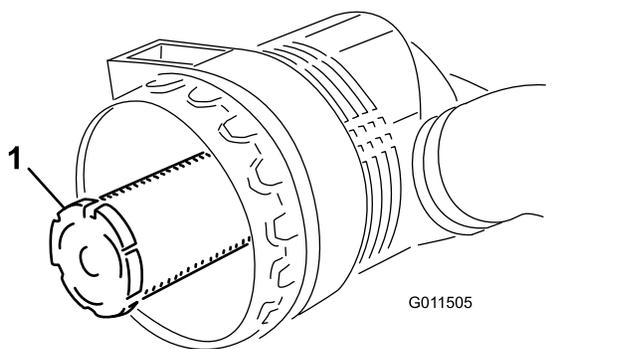

Рисунок 72
**Внимание:** Никогда не пытайтесь очистить контрольный фильтр (Рисунок 72). Заменяйте контрольный фильтр новым после каждых трех обслуживаний фильтра грубой очистки.